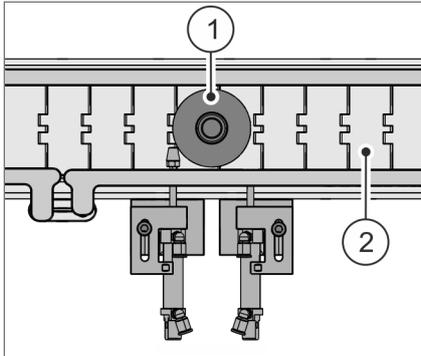

Abb. 47 Glasflasche aufstellen
13. Neue Glasflasche **Abb. 47** / ① auf das Förderband **Abb. 47** / ② unter dem Verkorker stellen.